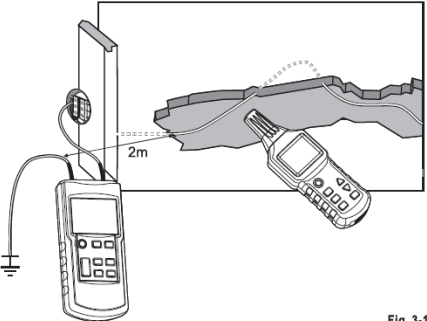

Fig. 3-1-9
- Připojte vysílač podle obrázku Fig 3-1-9